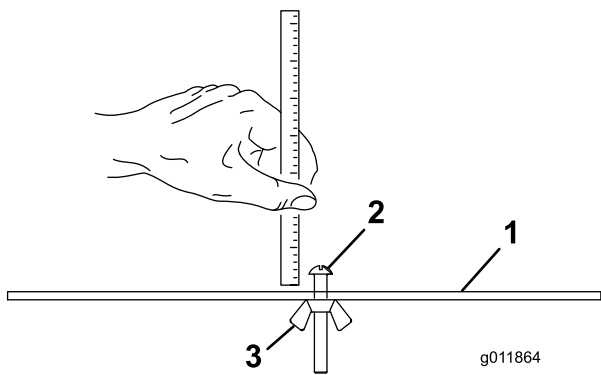

图17
2. 松开调刀尺上的螺母 图17并将调节螺丝设定为所需的剪草高度。